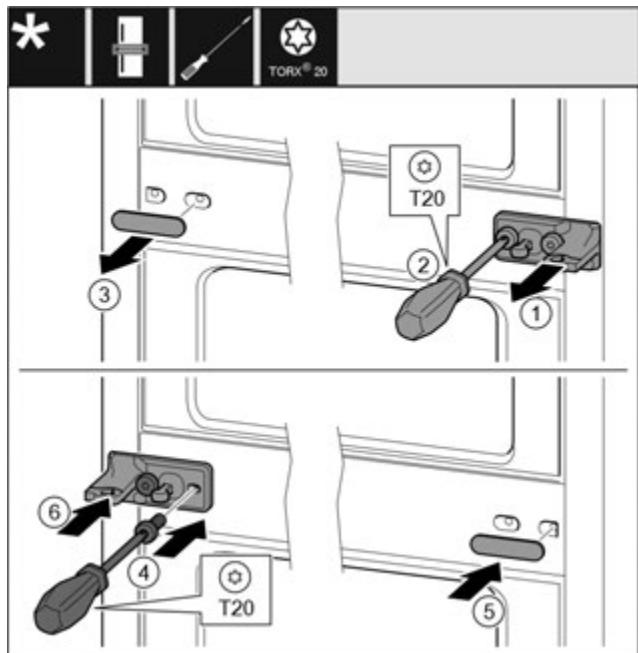

Fig. 11
- Зніміть перстину. Fig. 11 (1)
- Викрутіть гвинти за допомогою викрутки T20. Fig. 11 (2)
- Обережно зніміть кришку. Fig. 11 (3)
- Опорний кронштейн із плівкою, повернутий на 180°, закріпіть гвинтами з іншого боку. Fig. 11 (4)
- Кришку, яка повернута на 180°, розмістіть з іншого боку. Fig. 11 (5)
- Встановіть перстину спереду. Fig. 11 (6)